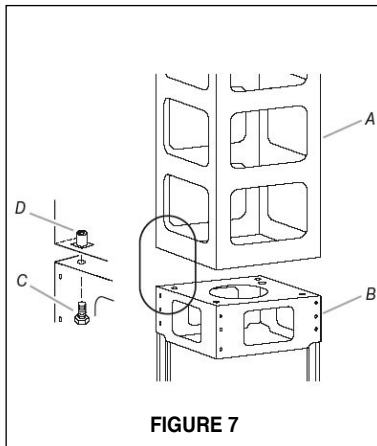

FIGURE 7
5. Si en utilisant Le Haut Kit de Cheminée de plafond, enlever COUVERCLE CHEMINÉE de la PROLONGATION DE CHEMINÉE (A de la FIGURE 7). Placez la PROLONGATION DE CHEMINÉE au-dessus de TREILLIS (B de la FIGURE 7) de sorte que les bords extérieurs et les trous électriques alignent. Attachez la PROLONGATION DE CHEMINÉE à la TREILLIS à l'aide des boulons (C de la FIGURE 7). Serrez les boulons solidement.